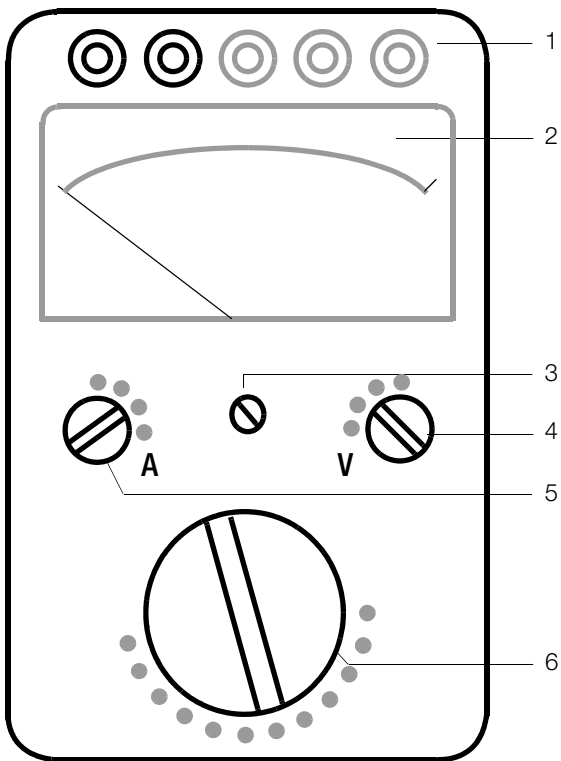

Figure 1
Sur la partie supérieure de l'appareil se trouvent 5 bornes de raccordement (1, Fig. 1), dont deux pour le raccordement du circuit intensité désignées par I* (1) et par I (3), et trois pour le raccordement du circuit tension désignées par L1 (2), L2 (5) et L3 (8). Elles sont protégées contre tout contact accidentel.
La zone de commande du wattmètre comporte : un sélecteur de calibres de tension (4, Fig. 1) qui peut être positionné sur chacun des quatre calibres 50 V, 100 V, 250 V et 500 V.
Un sélecteur de calibres d'intensité (5, Fig. 1) qui peut être positionné sur chacun des quatre calibres 0,25 A, 1 A, 5 A et 25 A.
Un sélecteur du type de mesure (6, Fig. 1) à 12 positions.